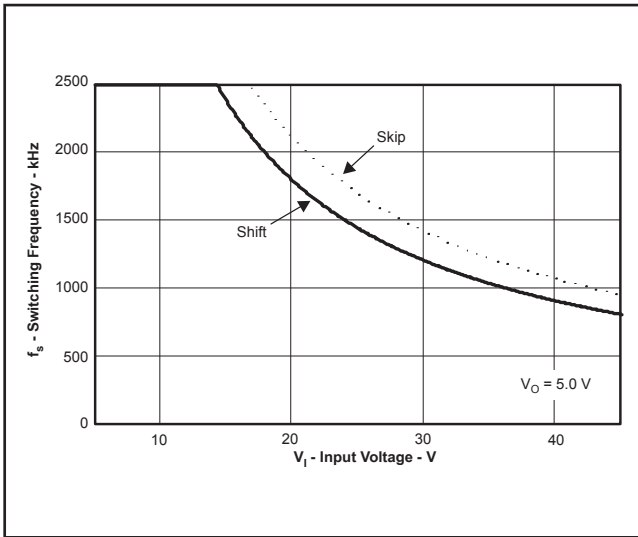

図 41. 最大スイッチング周波数 対 入力電圧
図41では、実線が周波数シフトに関する標準の安全動作領域を示し、出力電圧は0Vと仮定し、インダクタの抵抗が0.130Ω、FETのオン抵抗が0.2Ω、ダイオードの電圧降下が0.5Vです。点線は、パルスのスキップを避けるための最大スイッチング周波数です。これらの式をスプレッドシートまたは他のソフトウェアに入力するか、またはSwitcherPro設計ソフトウェアを使用してスイッチング周波数を決定します。
TPS54040Aでの標準の最小オン時間 t_{onmin} は130nsです。この例では、出力電圧が5Vで最大入力電圧が42Vであるため、式 (12) でインダクタ抵抗、オン抵抗、およびダイオード電圧を含めると、最大1012kHzのスイッチング周波数を設定できます。設計で短絡発生時に過電流暴走が問題とならないようにするには、式 (13) または図41の実線の曲線を使用して最大スイッチング周波数を決定します。最大入力電圧が42Vで、ダイオード電圧を0.5V、インダクタ抵抗を130m Ω 、スイッチ抵抗を400m Ω 、電流制限値を0.94A、短絡出力電圧を0.1Vと仮定すると、最大スイッチング周波数は約1055kHzになります。